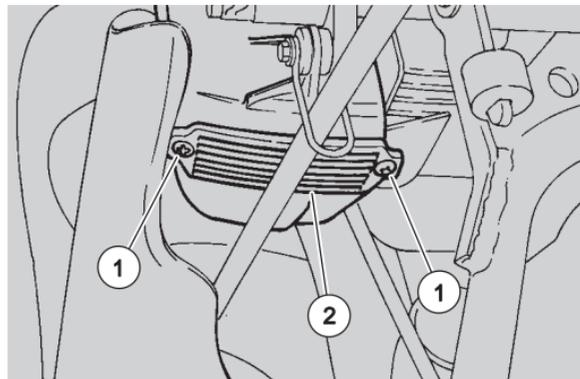

Abb. 39
- ◆ Die Gabel in Fahrtrichtung schütteln (Abb.39).